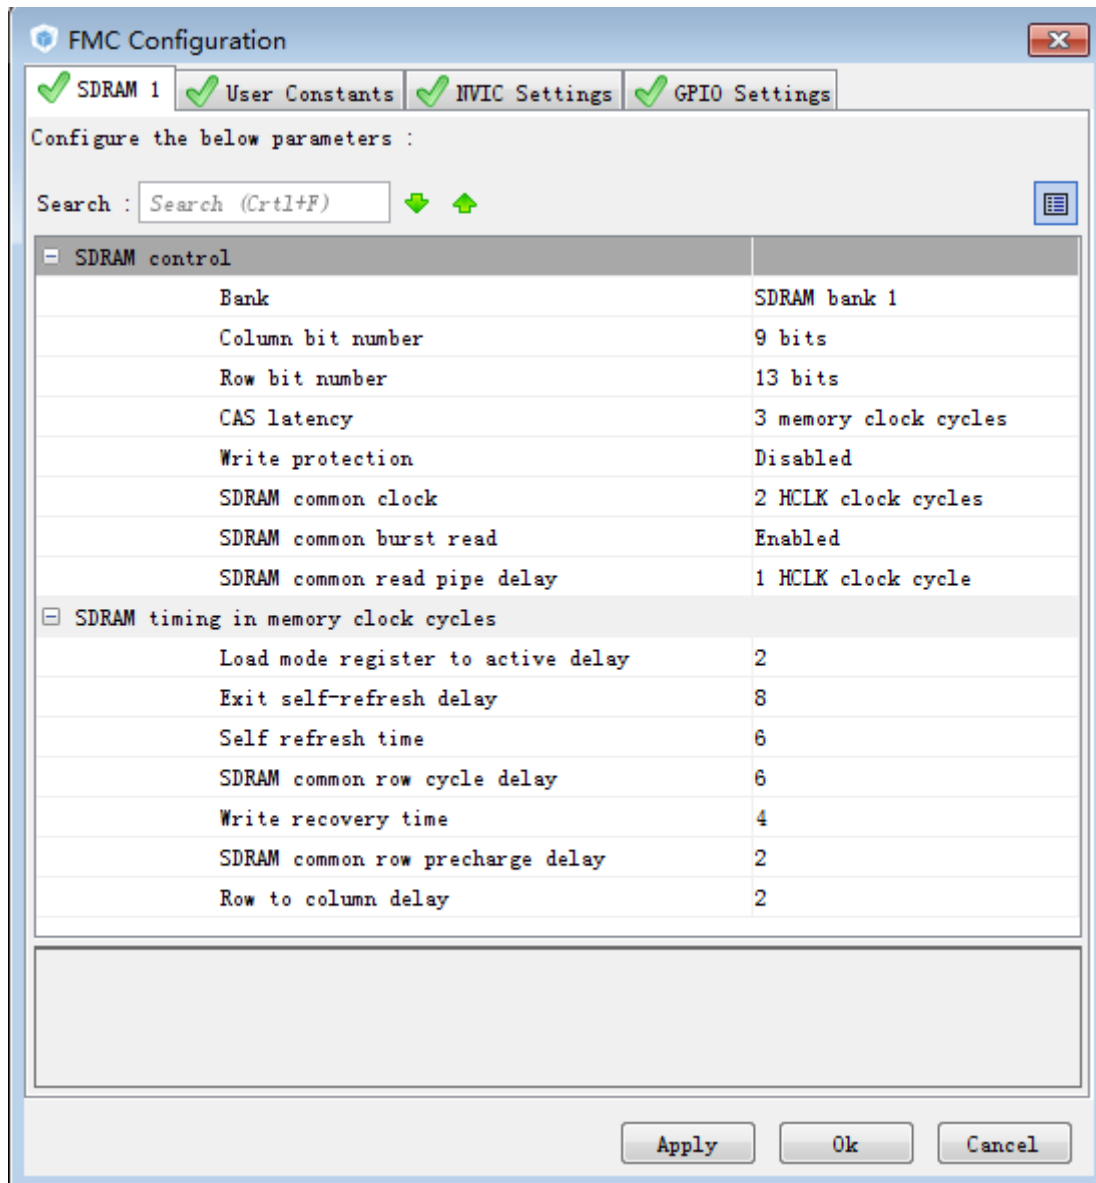

图 19.5.2 FMC Configuration 配置界面 SDRAM1 选项卡
- ② 点击 Configuration->FMC 进入 FMC 配置界面，在 SDRAM1 选项卡之下配置相关参数。这些参数的含义这里我们不累赘，在 19.1 小节讲解 HAL_SDRAM_Init 函数的时候都有讲解。配置方法如下图 19.5.2 所示：